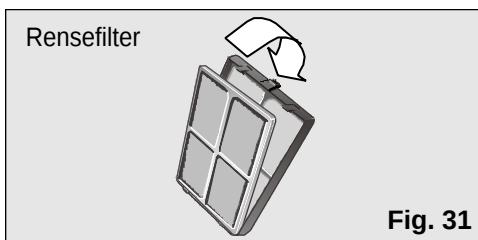

Fig. 31
- ☐ Sett rensefilteret inn i standardfilteret som vist på **Fig. 31**.